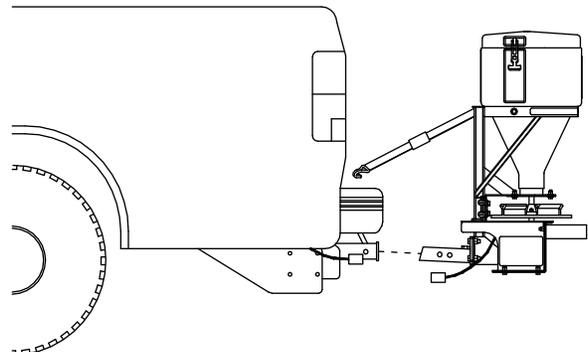

Bild 9
5. Ziehen Sie den Streuer aus der Fahrzeugkupplung (Bild 9).